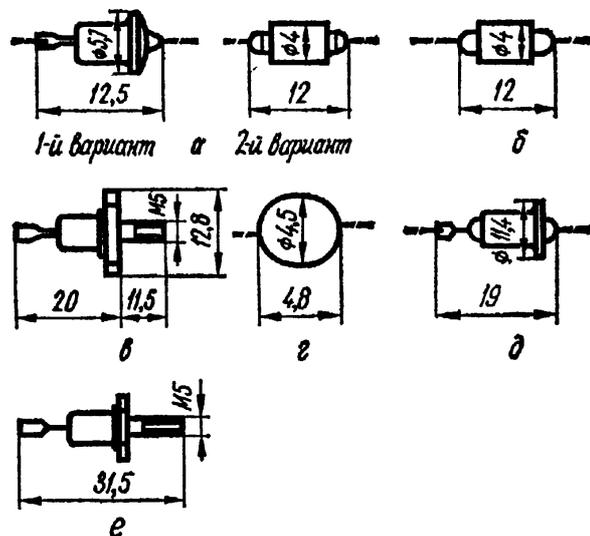

Рис. 267. Внешний вид и основные размеры варикапов
**Д901 (А, Б, В, Г, Д, Е).** Кремниевые варикапы (рис. 267, а). Диапазон рабочих температур от  $-60$  до  $+120^{\circ}\text{C}$ . Наибольшая температура корпуса  $140^{\circ}\text{C}$ .
**Д902.** Кремниевый варикап (см. рис. 267, б). Диапазон рабочих температур от —40 до +100° С. Наибольшая температура корпуса 100° С.
**КВ103 (А, Б).** Кремниевый варикап (см. рис. 267, в). Диапазон рабочих температур от —40 до +85° С. Наибольшая температура корпуса 85° С. Обратный ток при наибольшем обратном напряжении, мкА, при температуре:
**КВ104 (А, Б, В, Г, Д, Е).** Кремниевые варикапы (см. рис. 267, г). Диапазон рабочих температур от —40 до +85° С.
**КВ105 (А, Б).** Кремниевые варикапы (см. рис. 267, д). Диапазон рабочих температур от —60 до +85° С.
**КЗ106 (А, В).** Кремниевые варикапы (см. рис. 267, е). Диапазон рабочих температур от —60 до +85° С.